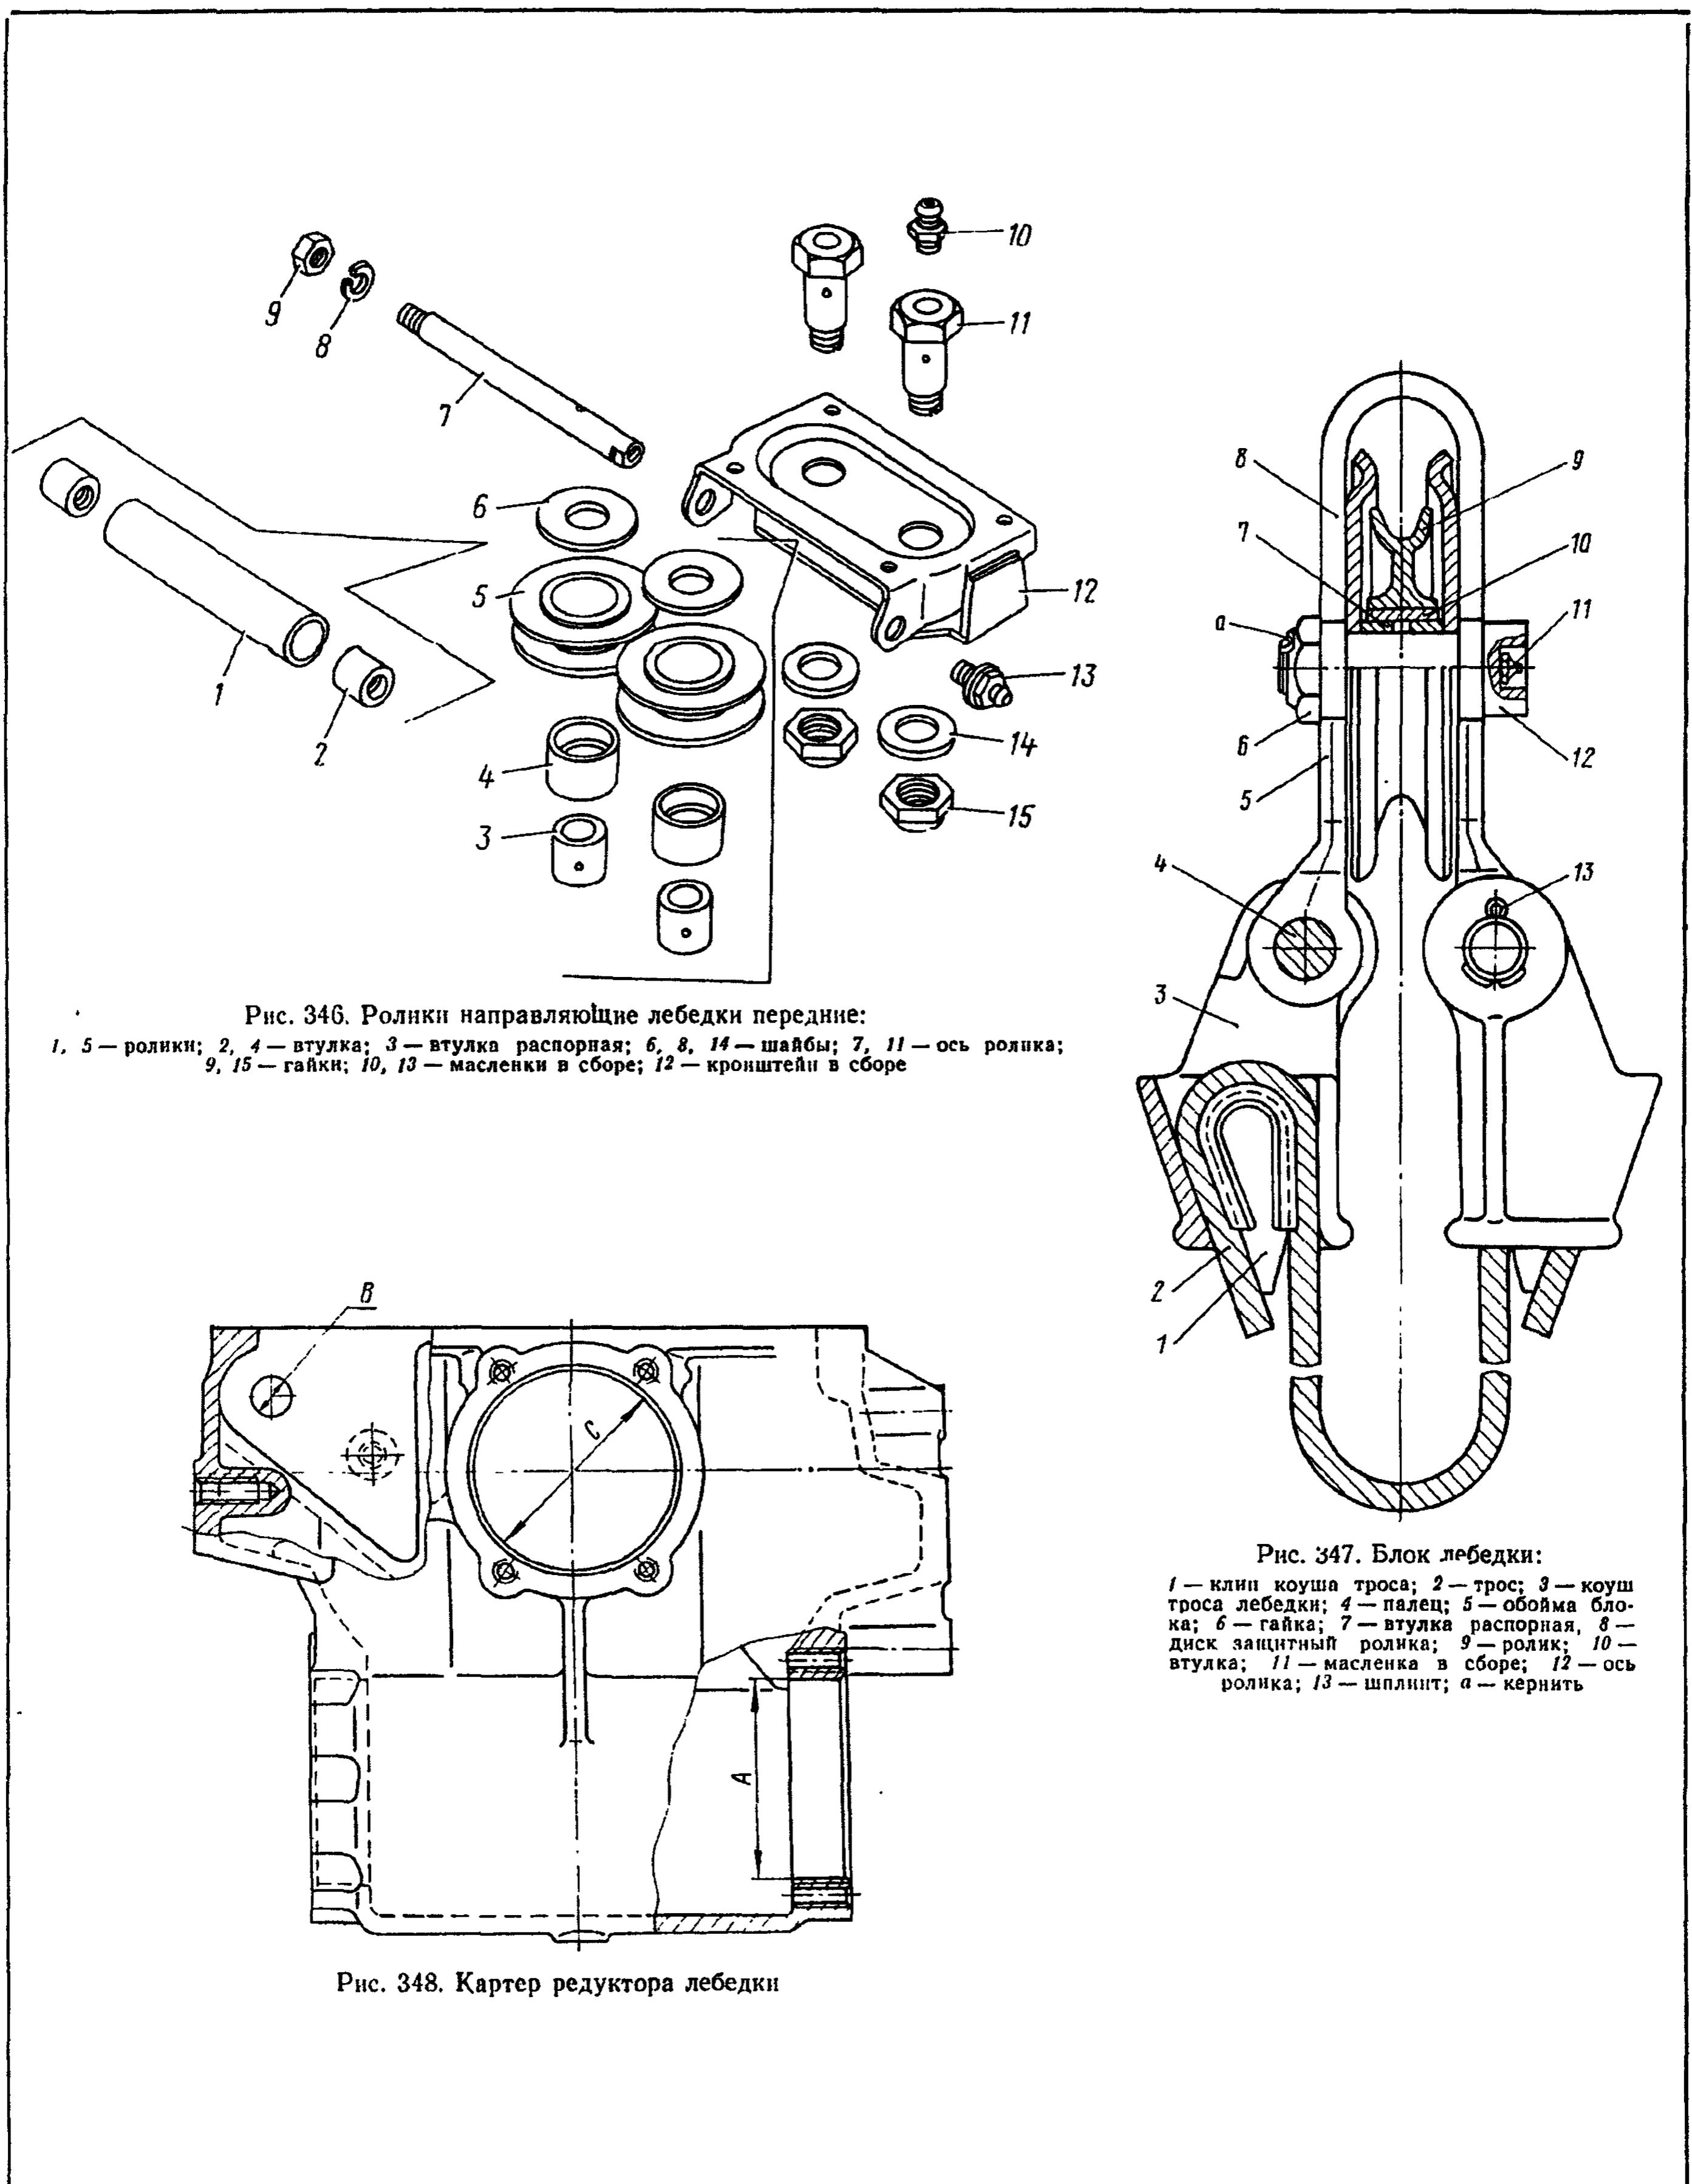

Рис. 346. Ролики направляющие лебедки передние:
55. Выверните масленки 10 (рис. 346) из осей 11 вертикальных роликов	Торцовый ключ 10 мм
113. Установите ось 7 (см. рис. 346) горизонтального ролика в ролик 1 и кронштейн 12 передних роликов.	Посуда для смазки, лопаточка, шприц, молоток